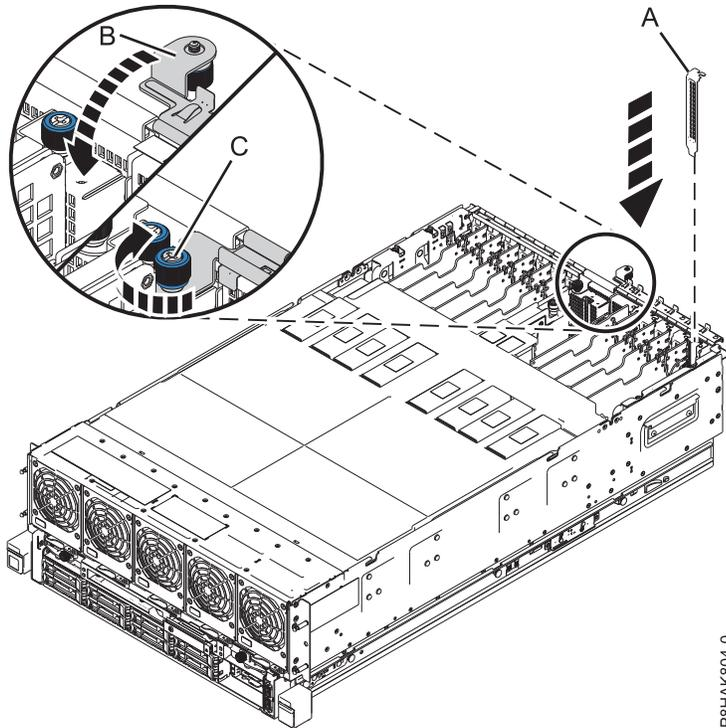

Figura 16. Instalación de un relleno en una ranura de adaptador PCIe en un sistema 8408-44E o 8408-E8E
- a. Sujete con cuidado la placa de relleno de contrapunta y alinéelo con la ranura y con el conector de la placa del sistema; consulte **(A)** en la Figura 16 en la página 26.
- c. Cierre la pieza de sujeción de retención de E/S haciéndola girar hacia abajo del sistema **(B)**. Consulte la Figura 16 en la página 26.
- d. Atornille el tornillo cautivo de la pieza de sujeción de retención de E/S en el sentido del reloj **(C)**, tal como se muestra en la Figura 16 en la página 26.